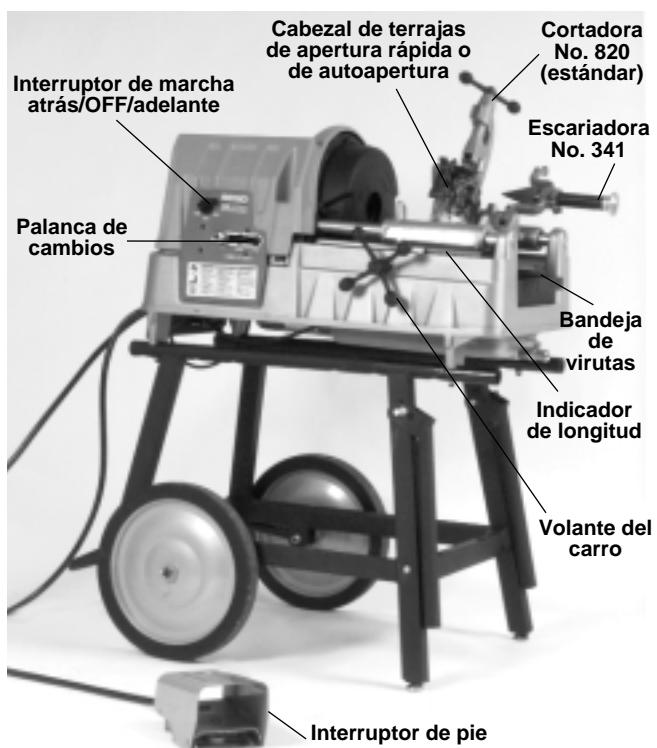

Figura 5 – Roscadora automática de tubos y pernos No. 535
- Asegure que la Roscadora esté desenchufada y que su interruptor de control se encuentre en la posición de OFF (apagado) (*Figura 5*).
- Asegure que el interruptor de pie esté presente y acoplado a la Roscadora (*Figura 5*).